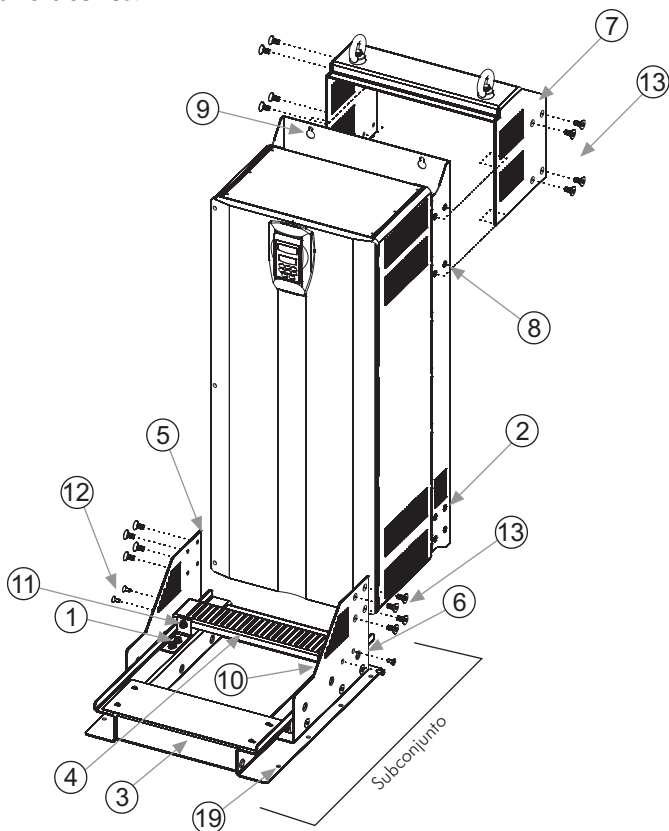

Figura 1: Conjunto de montaje del Kit KME - Tamaño 8 y 8E
- Paso 1** Fije con los tornillos M8x20mm (11) o soporte izquierdo (10) y o soporte derecho (1) en la base guía para rodamientos (3), figura 1;
- Paso 2** Encaje o guía lateral izquierdo (6) y o guía lateral derecho (5) al subconjunto da base ya montado;
- Paso 3** Fije con los tornillos M6x20mm (12) o refuerzo guías laterales (4) al guía lateral izquierdo (6) y al guía lateral derecho (5);
- Paso 4** Fije con los tornillos M8x20mm (11) o refuerzo guías laterales (4) al soporte izquierdo (10) y al soporte derecho (1);